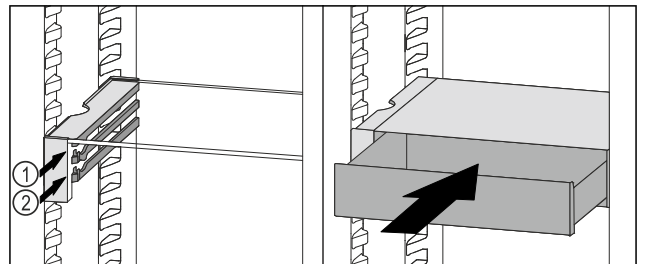

Fig. 119
- ▶ Coloque el cajón VarioSafe en la nervadura deseada Fig. 119 (1) o Fig. 119 (2) detrás de los topes.